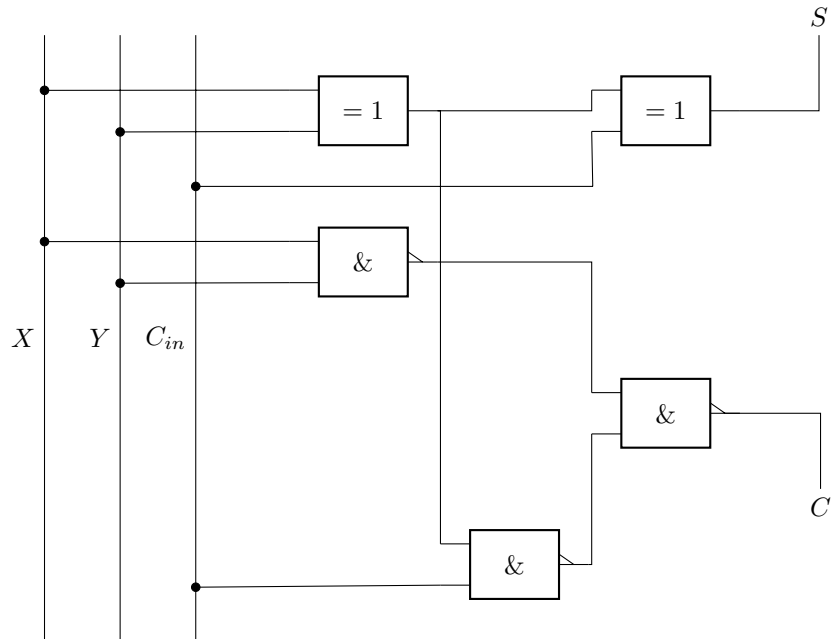

Abbildung 2.3: Vereinfachter Volladdier
3. Versuchen Sie die FA-Schaltung so umzuformen, dass Ihnen zwei Quad-Gatter genügen. Notieren Sie die Herleitung und zeichnen Sie die Schaltung in Abbildung 2.3.